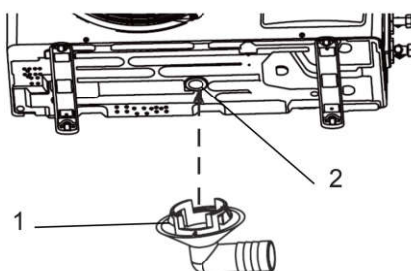

fig. 9 -
1. Bevestig de meegeleverde fitting (deel 1 - "afb. 9 -") in het daarvoor bestemde gat (deel 2 - "afb. 9 -") op de voet van de buitenunit. De bevestiging wordt uitgevoerd door het vormstuk van de fitting in het gat te steken.